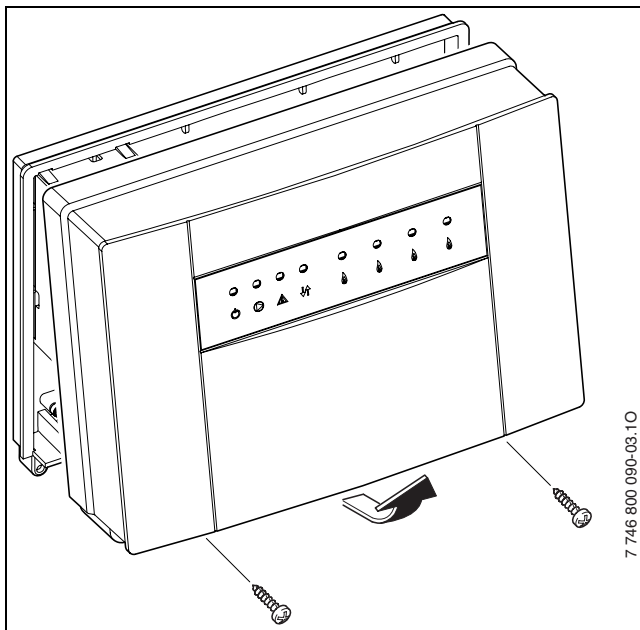

Fig. 7 Tag dækslet af
- Løsn de 2 skruer forinden på modulet MCM10, tag dækslet forinden frem, løft det op, og tag det af (→ fig. 7).
- Åbn huset til MCM10 mastermodul (→ fig. 7, side 11).